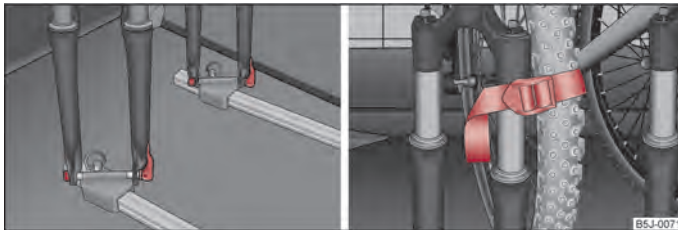

Abb. 58 Fahrrad einsetzen / Befestigung des Vorderrads
- Die Fahrradgabel auf die Befestigungsachse aufsetzen und mit dem Schnellspanner festziehen ⇒ Abb. 58 - links.
- Schieben Sie das herausgenommene Vorderrad am besten zwischen die Kurbel des linken Pedals und den Fahrradrahmen; befestigen Sie es mit einem Gurt an der Vordergabel ⇒ Abb. 58 - rechts, bzw. an einem Befestigungspunkt.